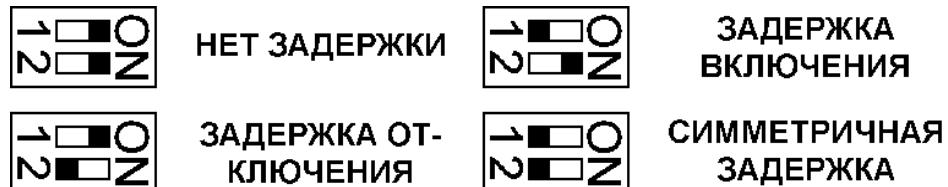

Рис. 11. Внутренние переключатели датчика.
На печатной плате датчика имеется сдвоенный переключатель, который задаёт требуемый тип задержки срабатывания: задержка включения (промежуток времени между началом движения контролируемого объекта и переходом выходного транзистора в открытое состояние), задержка выключения (время между остановкой объекта и закрыванием выходного транзистора) или симметричная задержка. Возможные состояния переключателей показаны на рис. 11.
7.1.2. Установите переключатели времени задержки в положение «Симметричная задержка» (рис. 11).
7.2.13. Установите переключатели времени задержки в нужное положение (рис. 11). Регулятором «Задержка» установите время задержки срабатывания датчика в интервале от 1 до 20 секунд. Задержка включения – это время между включением светодиода «Движение» и включением светодиода «Выход», а задержка отключения – временной промежуток между их последовательным отключением.